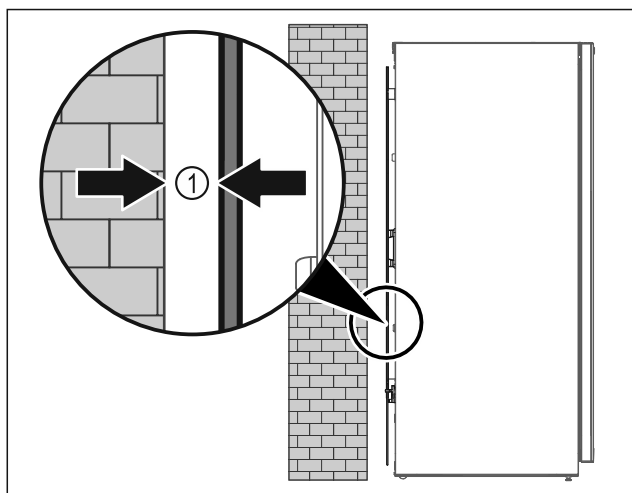

Fig. 4
- Placer l'appareil soit librement dans la pièce, soit directement contre un mur en respectant une distance minimale de 5 mm Fig. 4 (1).